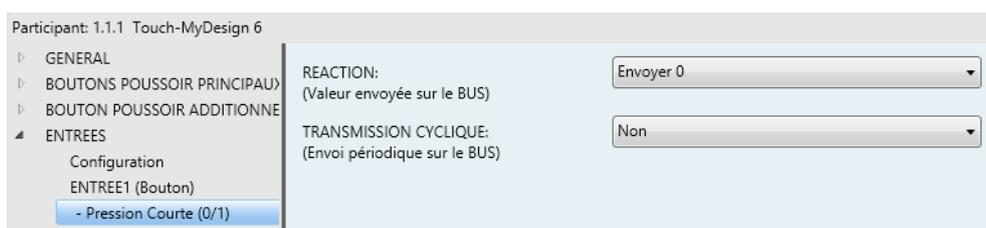

Figure 23 Pression courte: 0/1 (Entrées > Bouton)
- **Contrôle générique de 1 bit:** A la réception d'un appui, il est envoyé sur le BUS KNX l'objet de communication de 1 bit "[Ex] [Press. Courte] Contrôle Générique de 1 bit: B" avec valeur B. La valeur souhaitée de B (0, 1 ou une alternance à chaque appui) ainsi que l'envoi ou non de la valeur périodiquement se définit depuis un autre onglet (Figure 23). Il sera possible d'associer une période différente à chaque valeur envoyée ("0" et "1") dans le cas d'un contrôle commuté. Le temps de cycle devra être compris entre 0 (renvoi désactivé) et 255 secondes.